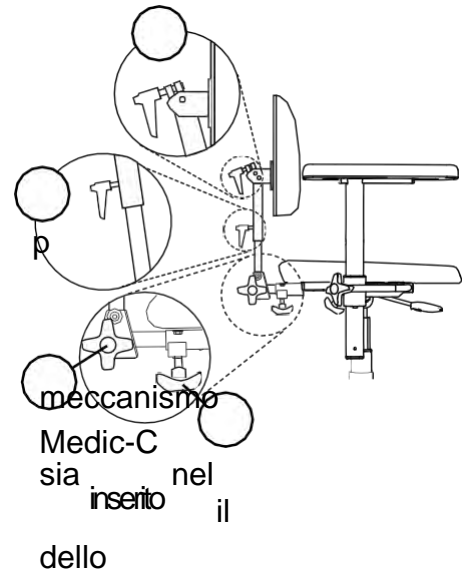

Abb.5.42. Meccanismo dello schienale Medic.
Nella versione Medic, l'altezza (A), l'angolo dello schienale (B), l'angolo dello schienale funzione (C) e la profondità può essere regolata, vedi Fig. 5.42. La funzione schienale consente di inclinare lo schienale.